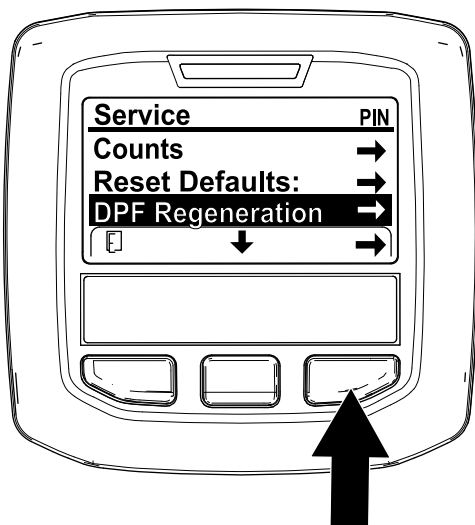

Figura 28
1. Acceda al menú Service (Servicio), pulse el botón central para desplazarse hacia abajo, hasta la opción DPF REGENERATION (Regeneración de DPF) (Figura 28).
2. Pulse el botón derecho para seleccionar la opción DPF Regeneration (Regeneración de DPF) (Figura 28).